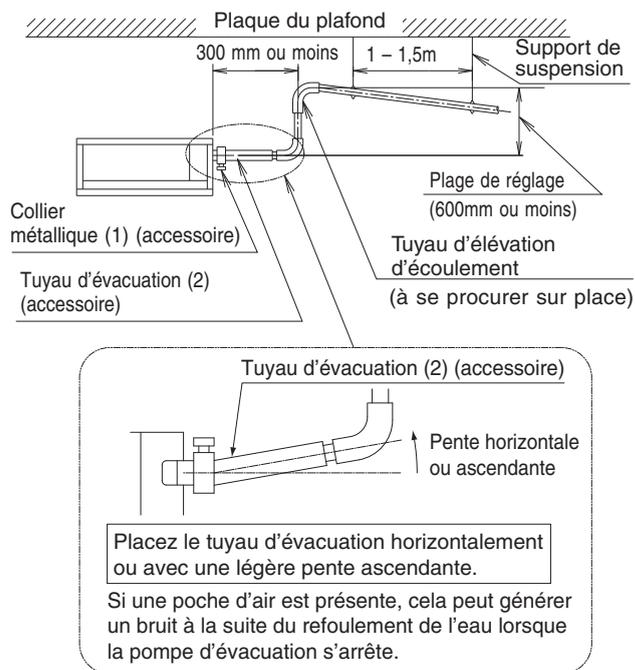

Fig. 13
- Placez le tuyau d'évacuation ascendante à la verticale et assurez-vous qu'il ne se trouve pas à plus de 300 mm de l'unité. **(Reportez-vous à la Fig. 13)**